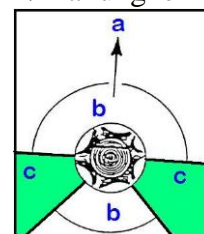

Fig. 17
- Una via di fuga, deve essere pianificata e preparata prima di cominciare l'abbattimento. Questa via di fuga deve distendersi verso la parte posteriore ed in diagonale dietro la linea di caduta prevista (Fig 17).
Non cominciare l'abbattimento senza aver previsto una via di fuga (Fig 17): (a) Senso di caduta dell'albero; (b) zona di pericolo; (c) via di fuga.
2. Liberata l'area attorno all'albero, assicurate un buon appoggio per i piedi ed una via di fuga (Fig 17).